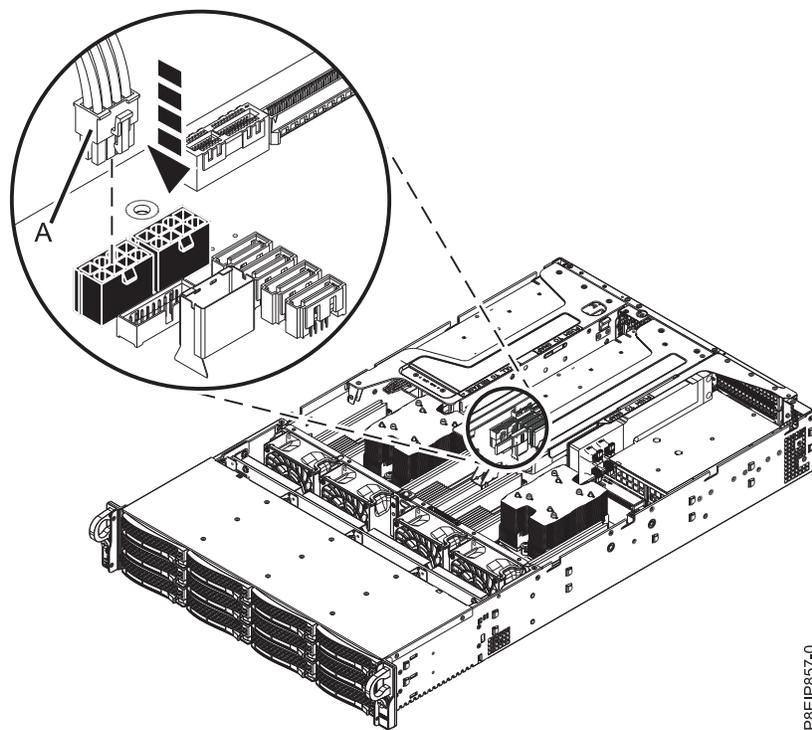

Figure 64. Connexion du câble d'alimentation de l'unité de traitement graphique
- i. Si la position 5 contient une unité de traitement graphique, connectez le câble d'alimentation de l'unité de traitement graphique (A) dans le fond de panier système, comme indiqué à la figure 64.